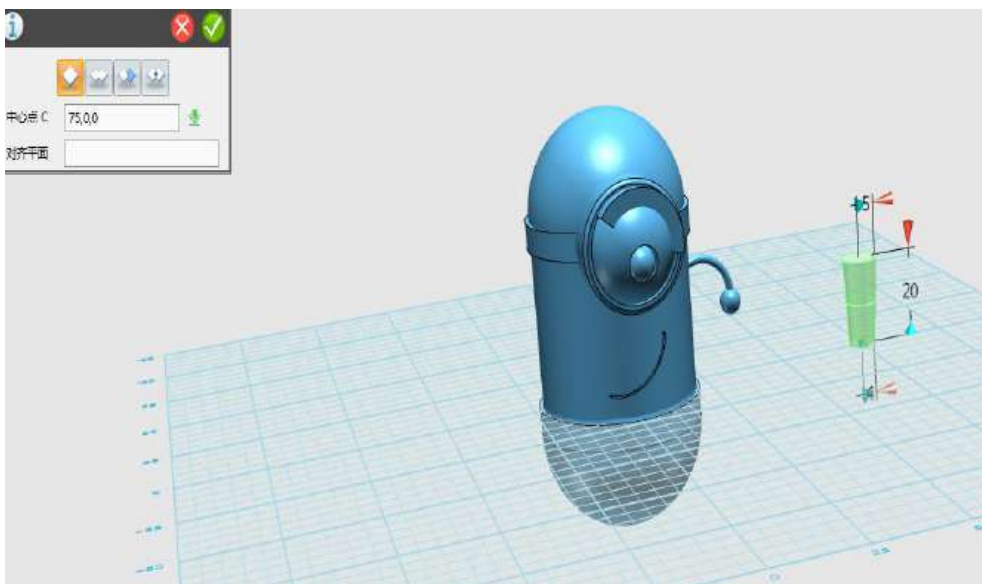

图 1-34
Step 34 点击上视图, 选择圆锥体工具, 绘制一个上为 5, 下为 4, 高为 20 的圆锥体, 如下图 1-34 所示: